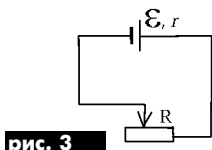

рис. 3
6. Реостат з максимальним опором 8 Ом підключено безпосередньо до клем батареї з Е.Р.С. 4,5 В і внутрішнім опором 1 Ом (рис. 3). За якого значення R кількість тепла,